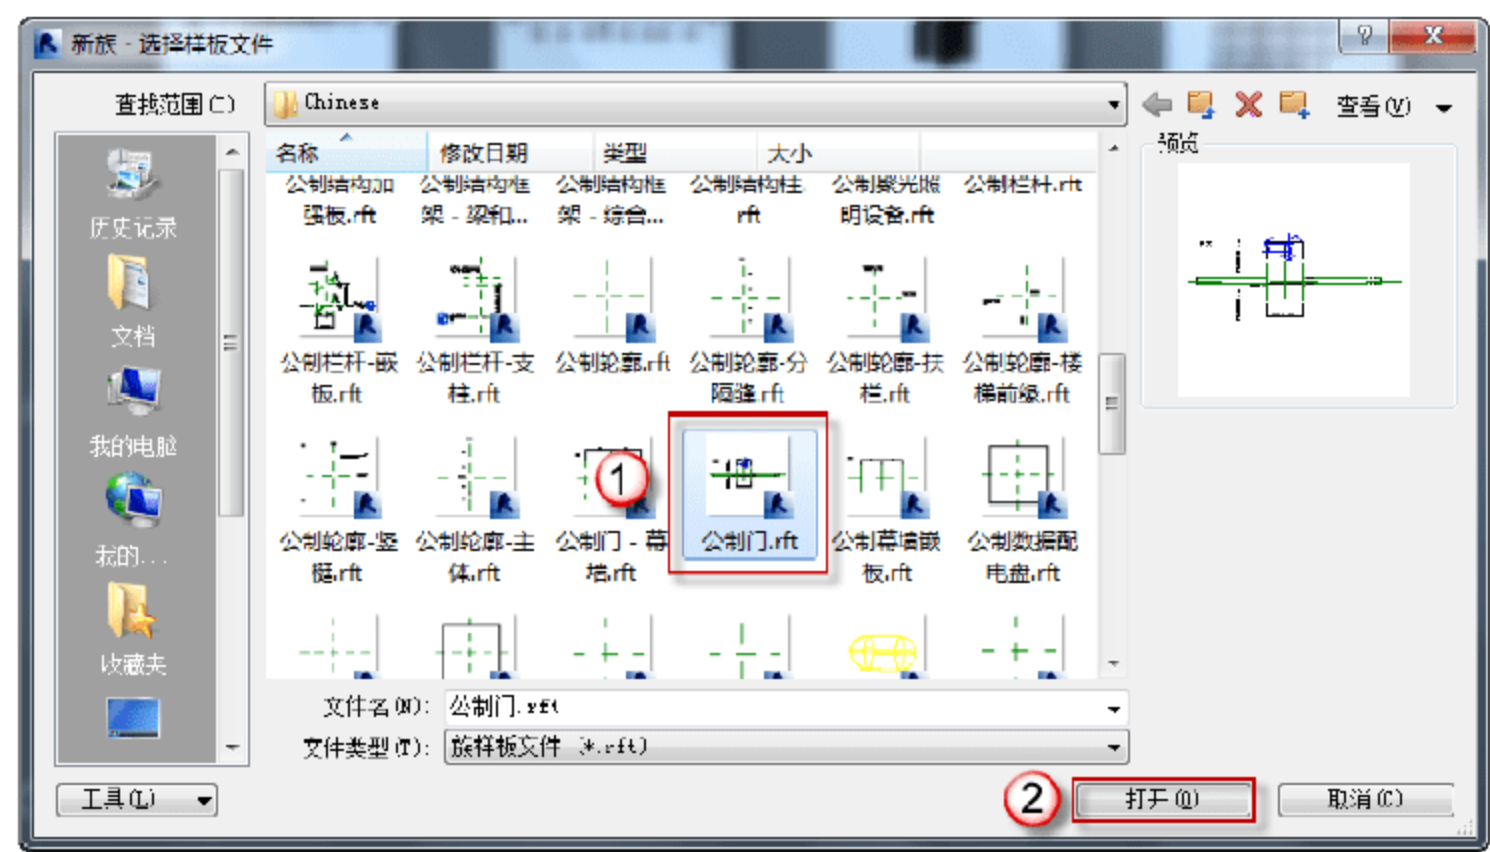

图 6.3.1 “新族-选择样板文件”对话框
(1) 选择“公制门.rft”族样板。选择“程序”→“新建”→“族”命令，在弹出的“新族-选择样板文件”对话框中选择“公制门.rft”文件，单击“打开”按钮，进入门族的设计界面，如图 6.3.1 所示。